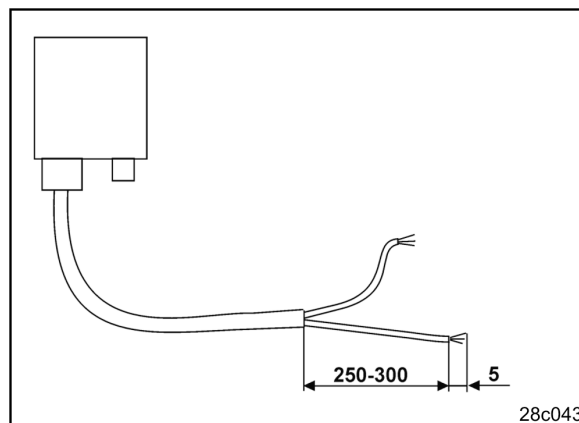

Fig. 5
3. Skala kabeländan (Fig. 5) ca 250 till 300 mm
- Avisolera 5 mm på båda kabeländor (Fig. 5).